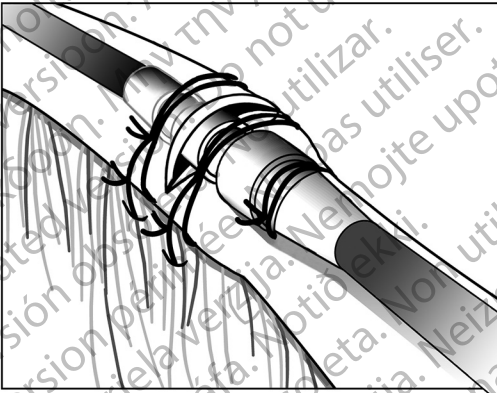

Figura 13. Ejemplo de manguito de sutura, técnica de venotomía
3. Utilice el mismo surco para fijar el cable y la vena a la fascia adyacente (Figura 13 Ejemplo de manguito de sutura, técnica de venotomía en la página 34).